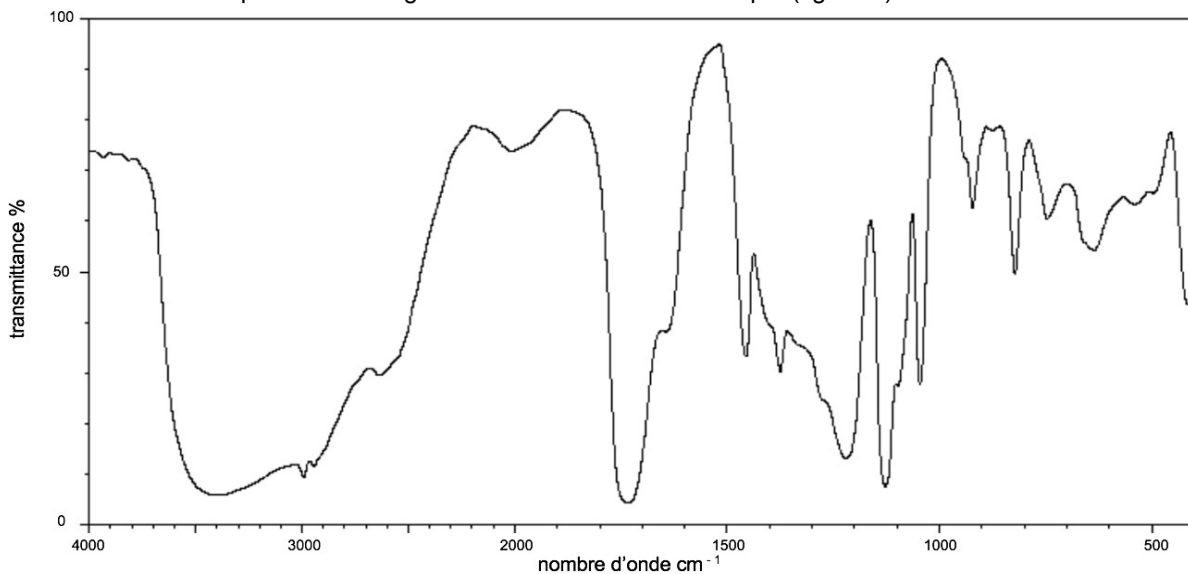

Figure 2. Spectre infrarouge de la molécule d'acide lactique.
On donne ci-dessous le spectre infrarouge de la molécule d'acide lactique (figure 2).
A.11. Utiliser le spectre de la figure 2 et la table spectroscopique infrarouge simplifiée afin de justifier la présence de deux liaisons caractéristiques de la molécule d'acide lactique.